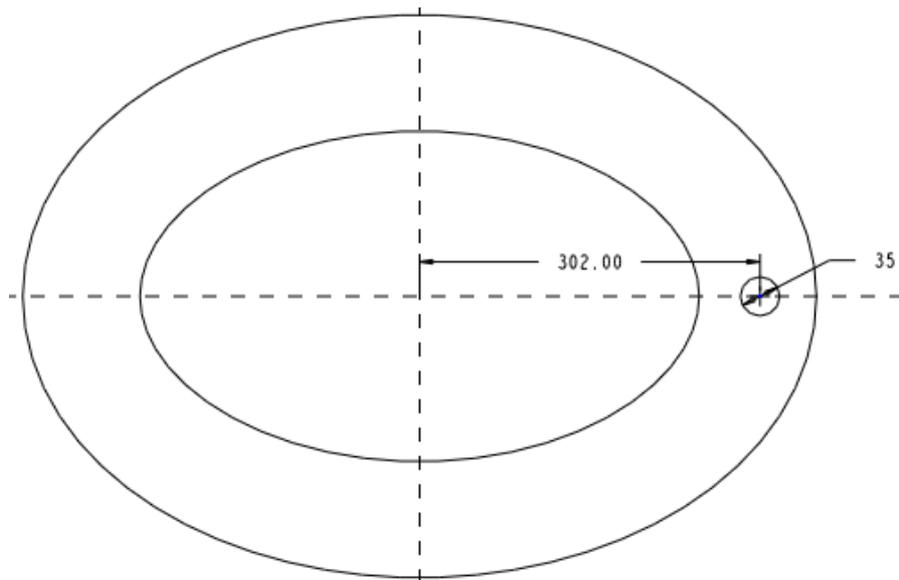

图 49-9
(3) 单击【剖面】对话框中的【草绘】按钮，进入草绘工作环境。
(4) 绘制如图 49-9 所示的一个圆，单击草绘命令工具栏中的  按钮，完成拉伸截面的绘制。